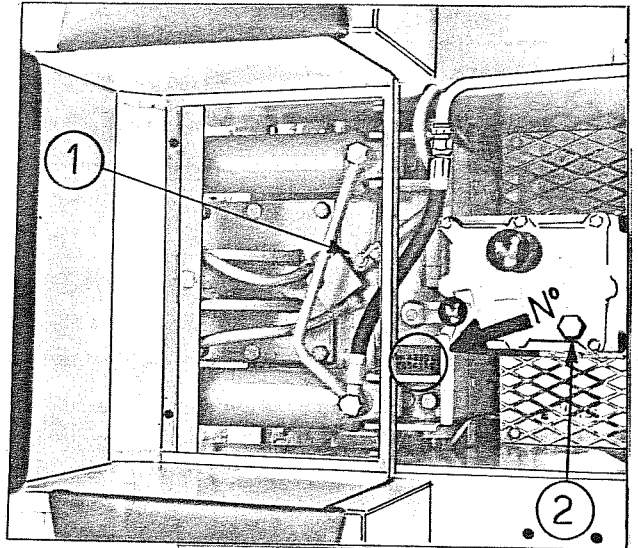

fig. 2
te posteriore, visibile togliendo il sedile (fig. 2).
- 3) Che il rubinetto del serbatoio del carburante (1 fig.2) sia aperto.